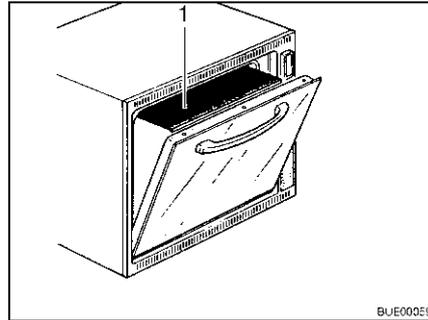

Bild 142 Hitzeschutzplatte
- Die Hitzeschutzplatte (Bild 142,1) herausziehen.